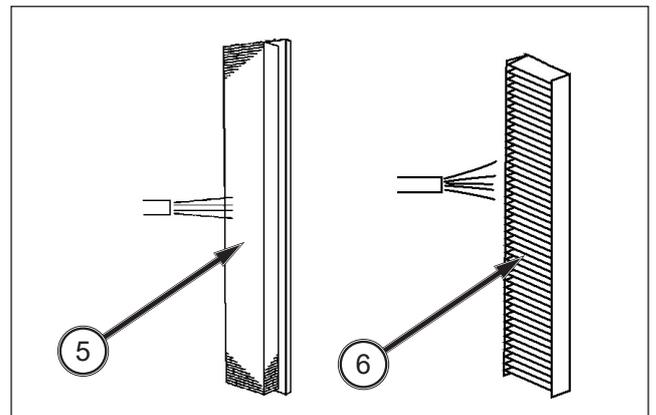

FIG. 173
FIG. 173: Limpie el filtro exterior del aire acondicionado (5) y el filtro interior del aire acondicionado (6) utilizando aire comprimido. Tras la limpieza, reponga los filtros y las cubiertas.